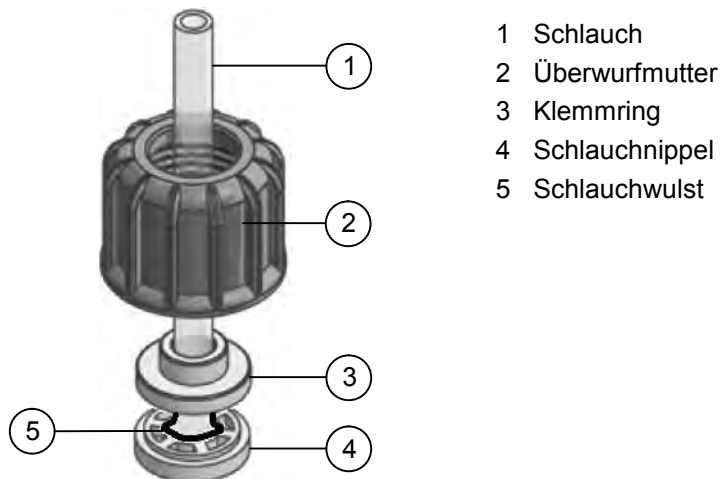

Abb.6.2
- Drücken Sie nun den Schlauchnippel [4] mit dem Schlauch auf den O-Ring [5] des Ventils [6] und drehen Sie die Überwurfmutter [2] auf dem Gewinde des Ventils [6] fest an. Verwenden Sie dazu kein Werkzeug! Dadurch dass der Klemmring den Schlauch gegen den Konus des Schlauchnippels quetscht, bildet der Schlauch [1] zwischen dem Klemmring [3] und der Dichtfläche des Schlauchnippels [4] eine Wulst (siehe Abb. 6.2). Diese Wulst sorgt dafür, dass der Schlauch fest sitzt und sich aus der Verbindung nicht mehr herausdrücken kann.
- Schrauben Sie die Überwurfmutter nach 2-3 Minuten noch einmal ab und vergewissern Sie sich, dass der Schlauch eine Wulst [5] zwischen Schlauchnippel [4] und Klemmring [3] gebildet hat (siehe Abb. 6.2).